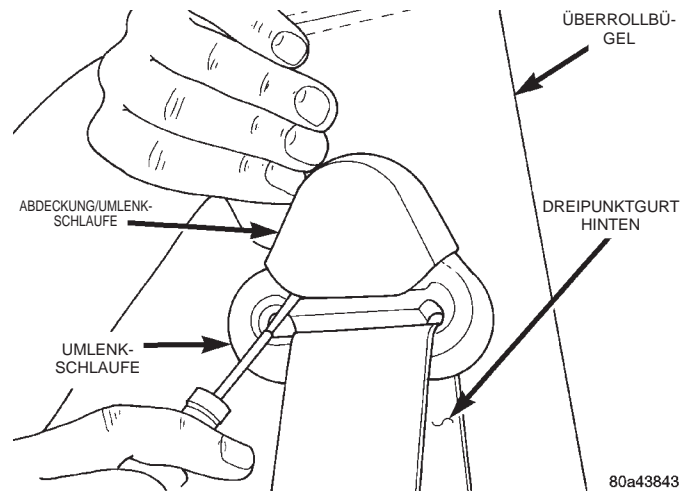

Abb. 54 Abdeckung der Umlenkschleufe
(3) Mit einer flachen Klinge die Abdeckung von der Umlenkschleufe abheben (Abb. 54).